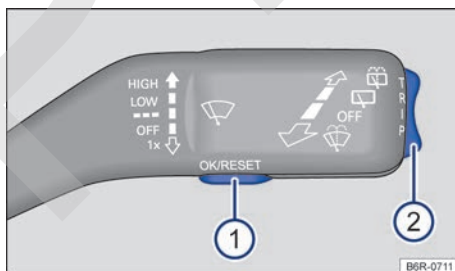

Fig. 41 En vehículos sin volante multifunción: tecla  en la palanca de los limpiavidrios para confirmar los ítems de menú y llave  para cambiar entre los menús.
El mensaje de servicio se apaga después de algunos segundos con el motor en funcionamiento o después de presionar el botón **OK** de la palanca de los limpiavidrios → fig. 41
- Si aparece un mensaje o el pictograma del vehículo, pulse la tecla **OK** (→ fig. 41 ①).
- Mantenga la llave presionada → fig. 41 ② o presiónela al menos dos segundos hacia arriba o hacia abajo. Aparece el menú principal → pág. 46.